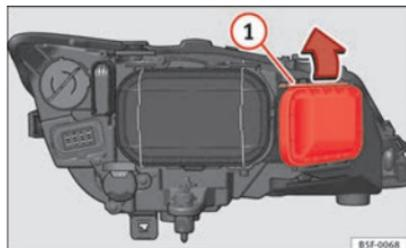

Fig. 183 Ampoule du clignotant
- Déplacez le tirant ⇒ fig. 183 ① dans le sens de la flèche puis retirez le cache.